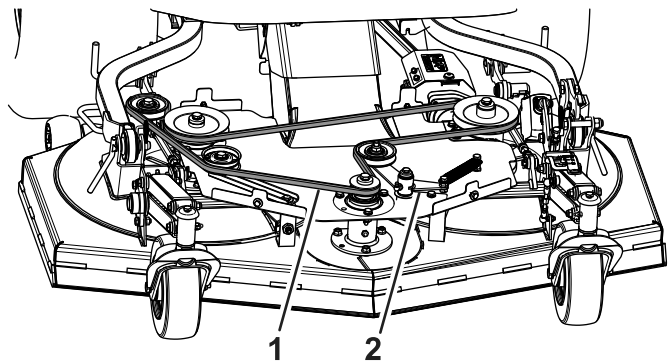

Bild 106
4. Entfernen Sie die Feder des Spannarms von der Säule des Mähwerks (Bild 106).
1. Verlegen Sie den neuen Riemen um die Riemenscheiben, wie in Bild 106 abgebildet.
2. Installieren Sie die Feder des Spannarms an der Säule des Mähwerks (Bild 106).